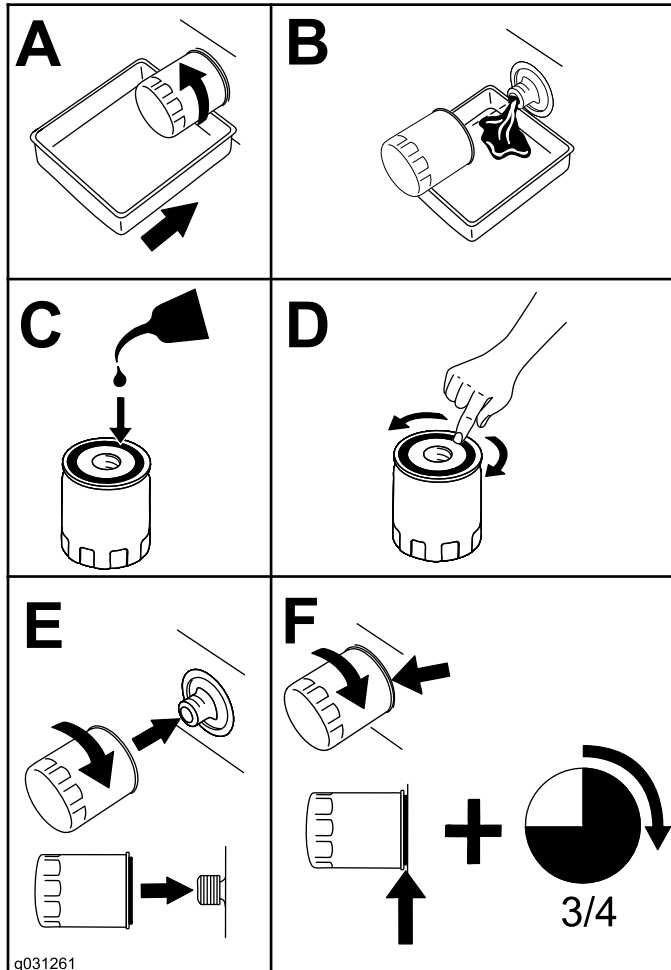

Figura 84
4. Cambiate il filtro dell'olio del motore (**Figura 84**).